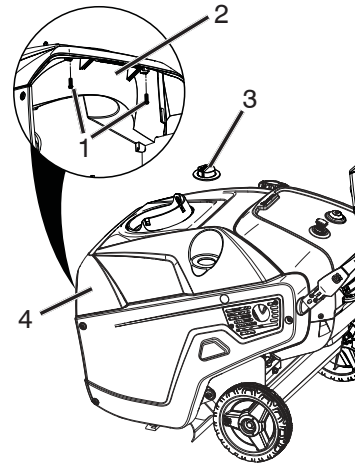

Figure 26
6. Déposer les deux vis du plénum qui maintiennent le couvercle supérieur (Figure 26).
28. Reposer deux vis dans le plénum qui se fixe au couvercle supérieur (Figure 26).